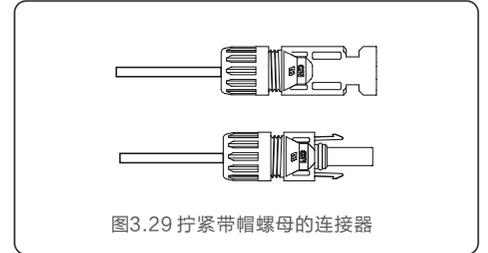

图3.29 拧紧带帽螺母的连接器
4. 将金属连接器插入连接器顶部, 并以3-4 Nm的扭矩拧紧螺母 (如图3.29所示)。